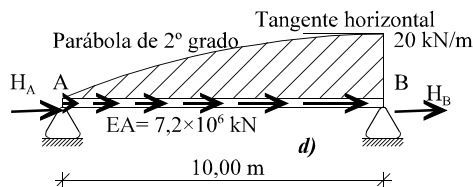

Figura 13
13) Hallar el valor y el signo de las reacciones de la viga cargada axialmente de la figura 13. Dibujar la ley de esfuerzos axiales.